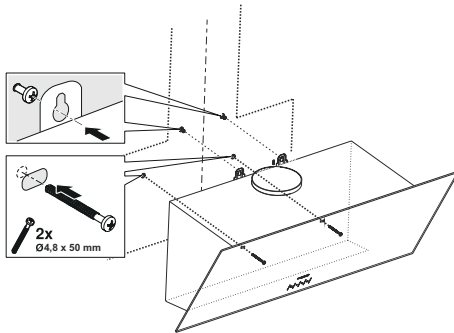

Fig. 13
1. ➤ Tenere l'apparecchio per il suo corpo e posizionarlo sulle viti di sospensione sulla parete e stringere le viti (Fig. 13).
2. ➤ Fissare l'apparecchio con viti 4.9x50 attraverso il foro di montaggio all'interno dell'apparecchio (Fig. 13).